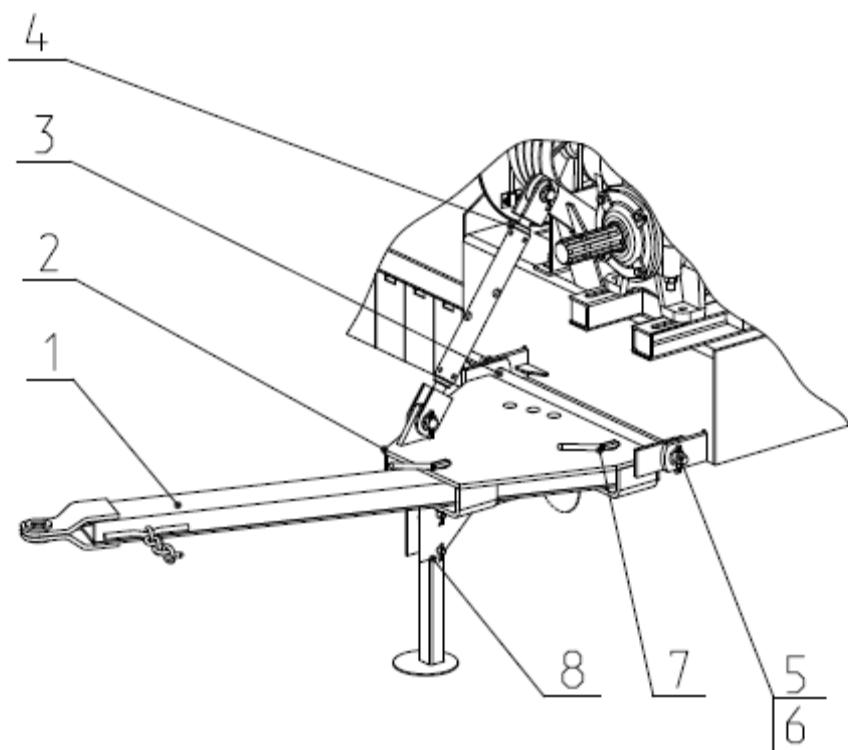

Рис.7 Сница косилки КИР-1,85
2.8. Сница косилки (рис.7). К левой части рамы косилки через оси 3 и регулируемую стяжку 4 (талреп) укреплена площадка сницы 2, в которой при помощи пальцев 7 установлено дышло 1.